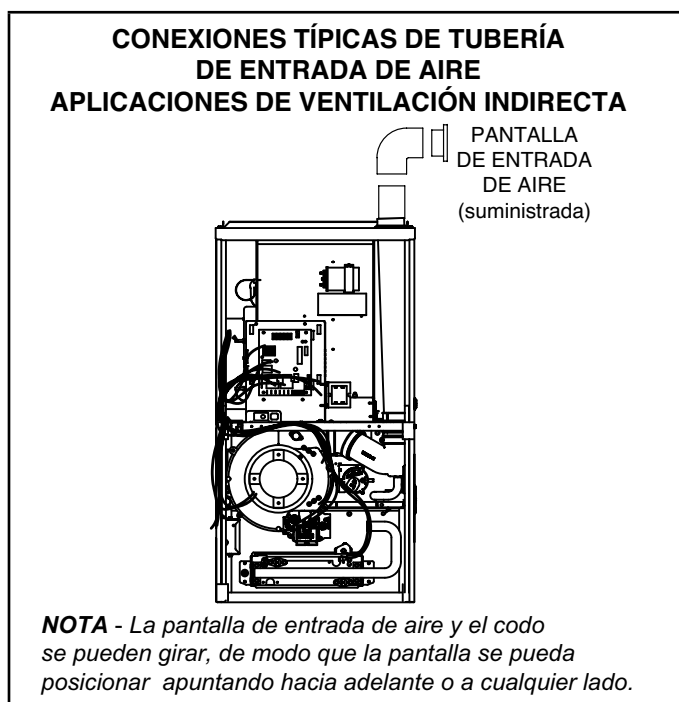

FIGURA 25
- 1 - Use los materiales proporcionados en el sitio y la pantalla de entrada de aire suministrada en la fábrica para dirigir la tubería de entrada como se muestra en la Figura 25. Mantenga un espaciado mínimo de 3" (76 mm) alrededor de la abertura de entrada de aire. La abertura de entrada de aire (con la pantalla protectora) siempre debe dirigirse hacia adelante o hacia el costado.